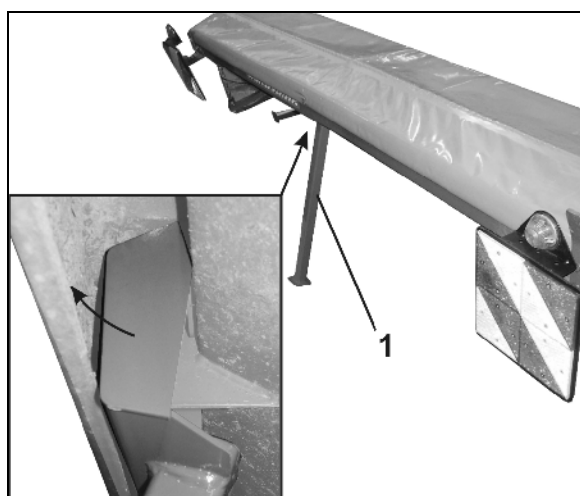

Fig. 14
6. Hev **C-Drill** med løfteutstyret, og senk den så langt ned mot en vannrett flate at parkeringsstøtten (Fig. 14/1) kan monteres.
Plasser parkeringsstøtten bak fremre beholdervegg, og trekk den fremover (Fig. 14).